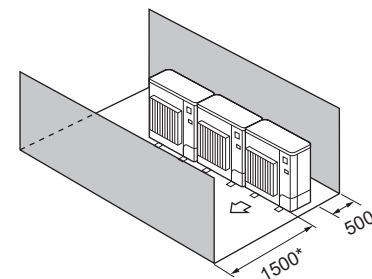

Fig. 2-16
- (4) Obstáculos apenas na parte da frente e de trás (Fig. 2-16)
(4) Obstáculos apenas na parte da frente e de trás (Fig. 2-16)